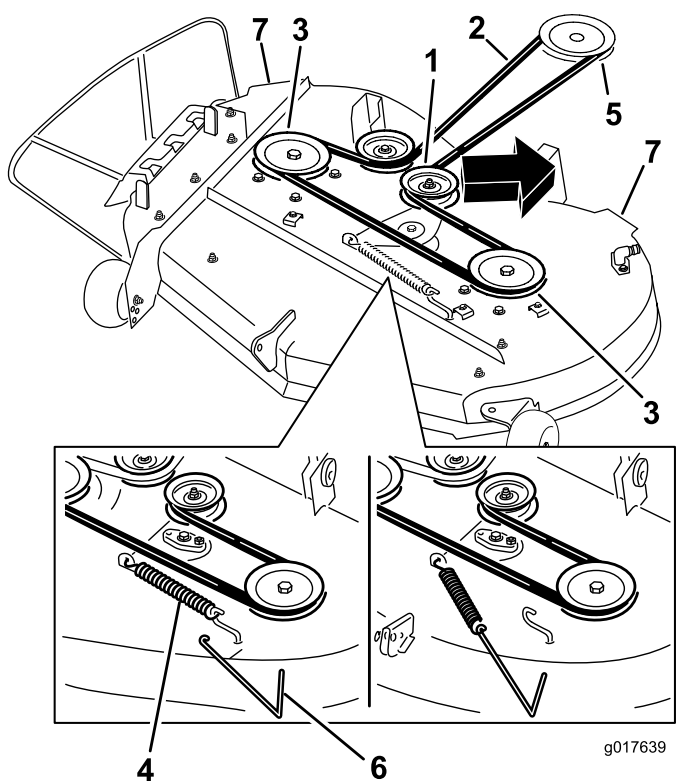

Figure 59
- À l'aide d'un outil de dépose de ressort (réf. Toro 92-5771), décrochez le ressort du crochet sur le tablier pour éliminer la tension sur la poulie de tension et déchaussez la courroie des poulies (Figure 59).
- Acheminez la courroie neuve autour de la poulie du moteur et des poulies du tablier de coupe (Figure 59).
sur le tablier, ce qui a pour effet d'exercer une tension sur la poulie de tension et la courroie du tablier de coupe (Figure 59).